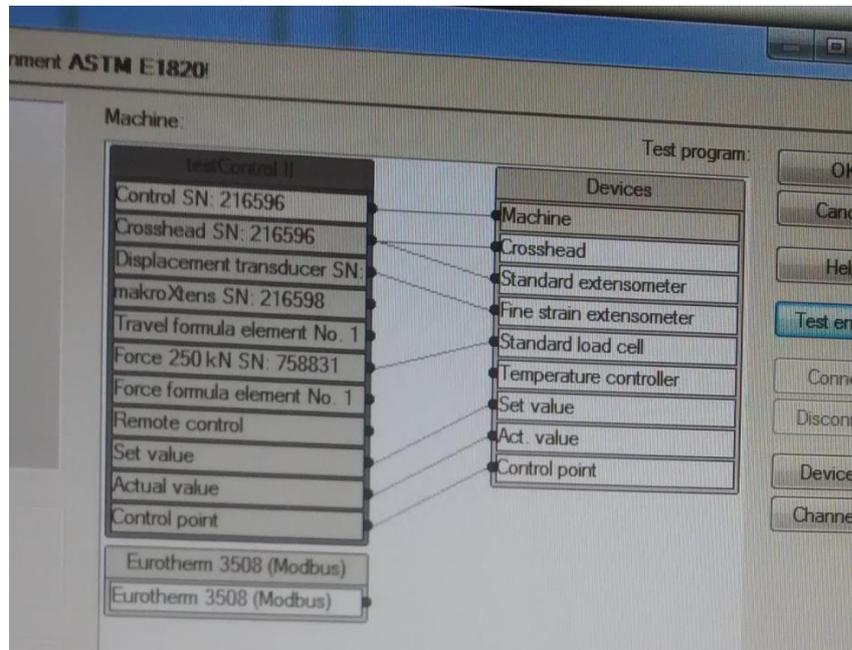

Fig.A4. Imagen de conexión de sensores
1. En la opción de sensores, verificar que se ha seleccionado la galga extensométrica de acuerdo a la Figura A4.